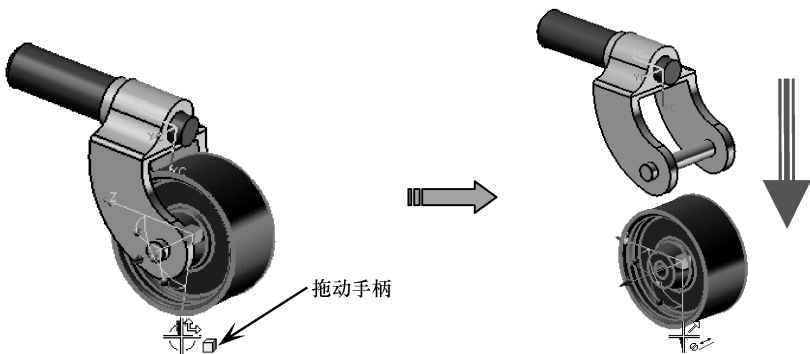

图 7-75 拖动手柄至合适位置
- 06 随后在图形区中拖动 XC 轴方向上的坐标手柄，向下拖动至如图 7-75 所示的位置，或者在对话框中被激活的选项中输入距离值为 80，并按下【Enter】键确认。